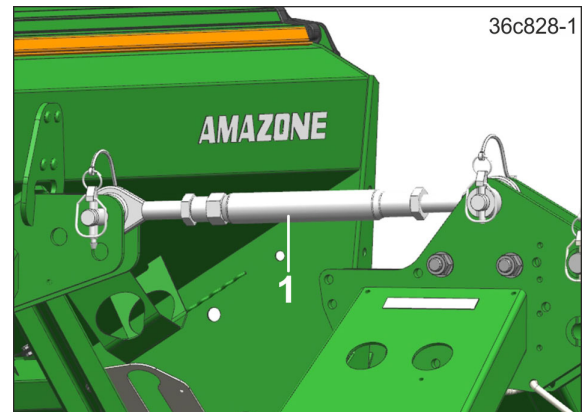

Рис. 132
14. Выровняйте насадную сеялку, отрегулировав верхнюю тягу (Рис. 132/1).